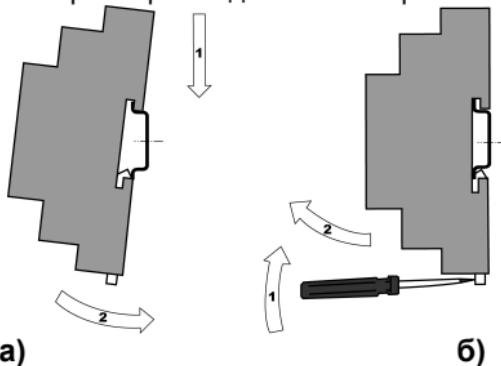

Рисунок 8.1 – Монтаж контроллера с креплением на DIN-рейку
2. В проушины защелки вставить острое отвертка (см. рисунок 8.1 б), и отжать защелку по стрелке 1, после чего контроллер отводится от DIN-рейки в направлении стрелки 2.